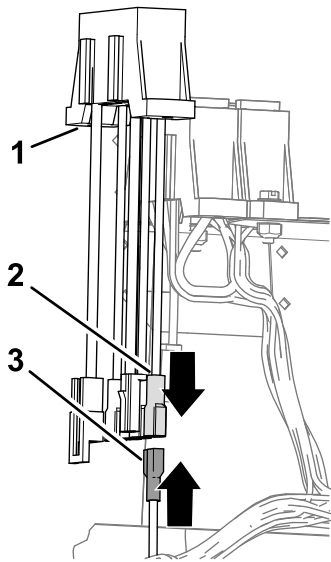

図 22
1. 仕上げキット用ハーネスについているブレード形コネクタを、追加で取り付けした補助ヒューズブロックのソケットに接続する 図 22。